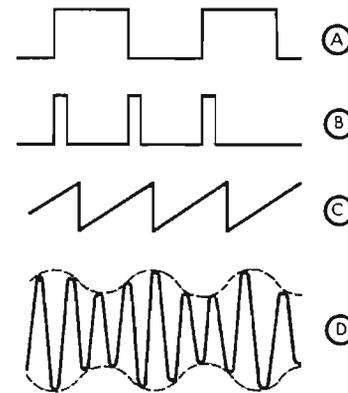

Fig. 7
appareils électroniques tels que radiorécepteurs, téléviseurs par exemple. Les signaux peuvent avoir des formes très différentes de celle du signal sinusoïdal comme, par exemple celles indiquées par la figure 7 : en (A) signaux rectangulaires, en (B) signaux rectangulaires en impulsions, en (C) signaux en dents de scie, en (D) signaux haute fréquence modulés en amplitude.